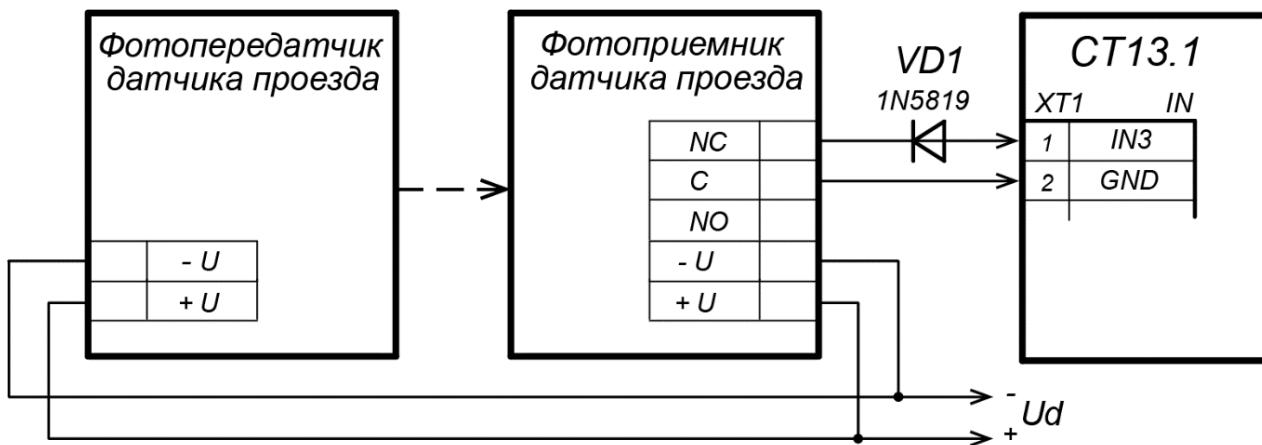

Рисунок 19. Пример схемы подключения датчика проезда
3. Датчик проезда подключается к клеммной колодке **XT1** нижней платы контроллера согласно схеме, представленной на рис. 19. Для подключения используйте тип кабеля №4 (см. табл. 4). При подключении нескольких датчиков их выходы включаются последовательно.